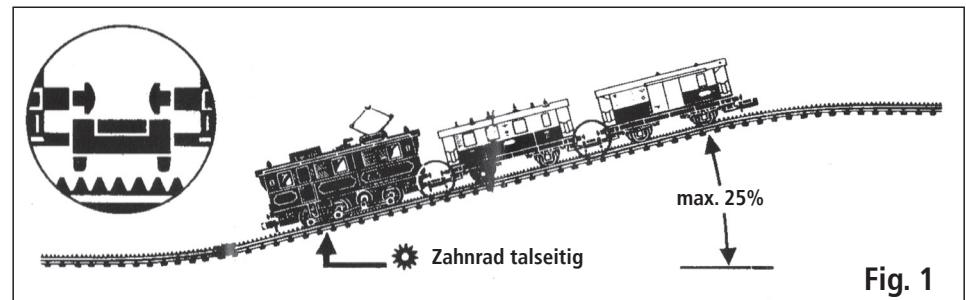

Fig. 1
2. La crémaillère doit débuter en terrain plat environ une longueur de train avant le commencement de la rampe. Il faut placer la locomotive sur la voie, de telle sorte que son engrenage d'entraînement se trouve de côté aval. Les wagons sont attelés du côté amont. C'est de cette façon qu'on obtient le meilleur rendement (fig. 1).
3. Il faut veiller à ce que, dans les courbes, les tiges inférieures des attelages ne traînent sur la crémaillère; il y a lieu éventuellement de les raccourcir légèrement. Au cours d'un mouvement latéral, l'attelage ne peut donc jamais toucher la crémaillère (fig. 1). Les attelages PROFI peuvent amener quelques problèmes lorsqu'un convoi est tenu de gravir une forte pente. Pour ce cas particulier, nous recommandons d'équiper la rame d'attelages standard conventionnels.
2. Zahnstange bereits auf der Geraden eine Zuglänge vor Beginn der Steigung montieren. Die Zahnräder müssen so auf das Gleis gesetzt werden, dass das Zahnräder talseitig sitzt. Die Wagen werden bergseitig angekuppelt. So hat die Lok die besten Fahr- und Schubegenschaften (Fig. 1)
3. Der Entkupplungszapfen der Kupplungen an Lok und Wagen darf bei Durchfahren von Bögen nicht an der Zahnstange streifen und muss gegebenenfalls etwas gekürzt werden. Bei seitlichem Schwenken der Kupplung darf der Entkupplungszapfen die Oberkante der Zahnstange nicht berühren (siehe Ausschnitt in Fig. 1). Auf starken Steigungen kann es, wenn die Fahrzeuge mit PROFI-Kupplung ausgerüstet sind, zu Problemen kommen. Es empfiehlt sich dann eine Umrüstung auf die Standard-Kupplung.
2. Start the rack-rail on the level a full train-length before the start of the gradient. The cog-wheel locomotive must be placed on the track with the cog-wheel at the down-hill end and the cars coupled at the up-hill end. This gives the loco the best purchase on the rack and the best power (fig. 1).
3. The uncoupling trips on the car and loco couplers must not touch the rack-rail and if they do they must be trimmed off to clear. Check that they clear when swung from side to side (fig. 1). Steep gradients may cause problems in vehicles equipped with PROFI-couplings. Conversion to the standard coupling is then recommended.